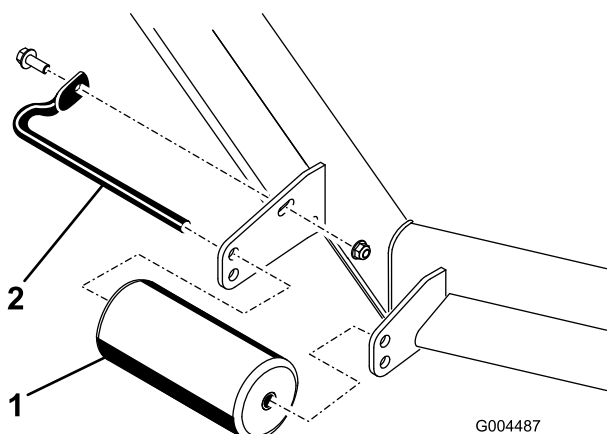

Figura 13
- Retire el tornillo y la tuerca que fijan el eje del rodillo al soporte de la plataforma (Figura 13).